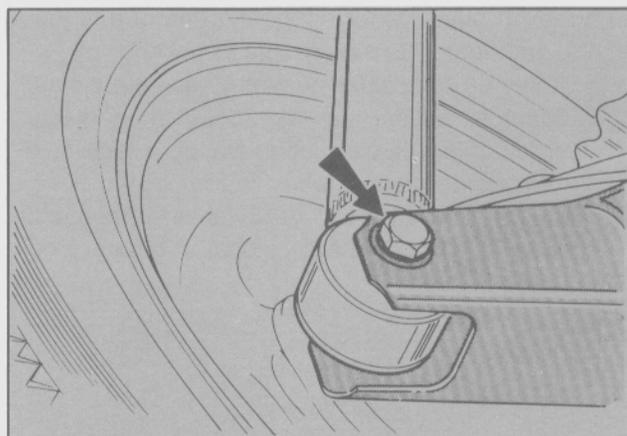

Fig. 37. Montaje del amortiguador al brazo inferior de la suspensión
- Levantar el brazo inferior con un crique hidráulico hasta que quede en correspondencia con el amortiguador. Luego colocar el tornillo de fijación (pasante) y ajustar la tuerca al torque indicado en la Sección Especificaciones (Fig. 37).